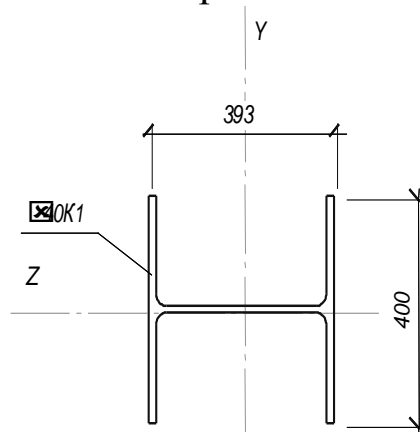

Рис. 20 Поперечное сечение верхней части колонны
2. Верхняя часть колонн – один колонный двутавр (см. рис.20). Ось Z лежит в плоскости рамы.